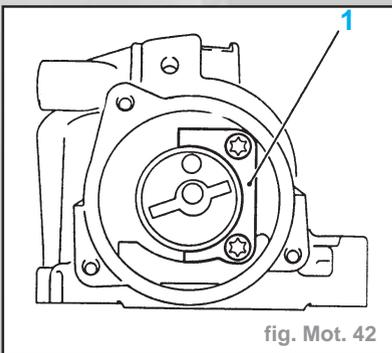

fig. Mot. 42
- Démontez la plaque de pression (1) du carter d'arbre à cames (fig. Mot. 42).